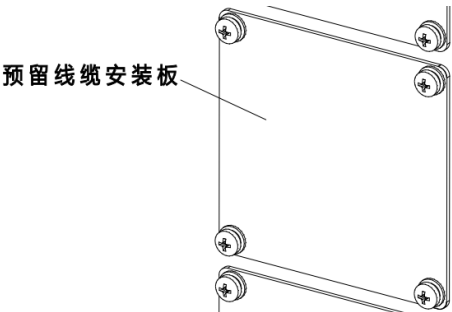
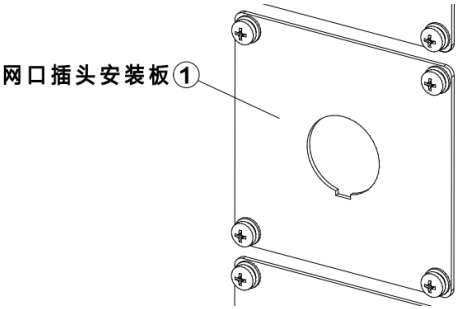

图 14-3 预留线缆安装板
图 14-4 网口插头安装板
步骤1. 用十字螺丝刀将原本的预留线缆安装板（参考图 14-3）拆下，将①网口插头安装板（参考图 14-4）安装在柜体上。